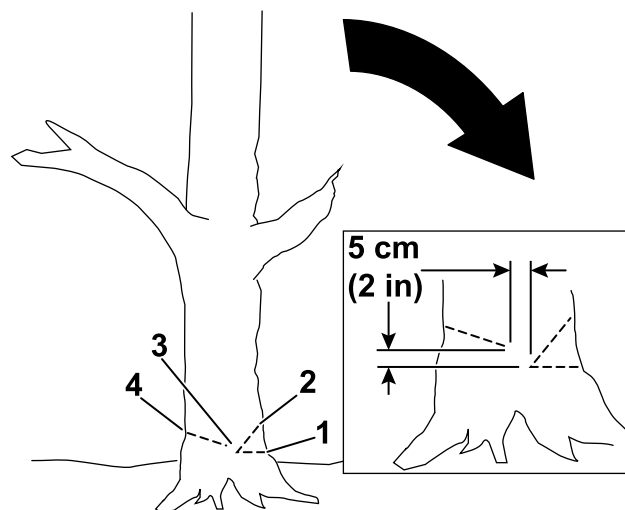

Figura 18
- Haga el primer corte de un tercio del diámetro del árbol en el lado hacia donde desea que caiga el árbol (Figura 18).
- Haga un segundo corte para formar una cuña, empezando el corte al menos 5 cm (2") por encima del primer corte (Figura 18).
- Haga el corte de tala desde el lado opuesto a la cuña y unos 5 cm (2") por encima de la parte inferior de la cuña, como se muestra en la Figura 18.
**Importante:** Detenga el tercer corte a 2.5 cm – 5 cm (1" a 2") de la cuña para formar una bisagra entre los cortes (Figura 18), que evitará que el árbol caiga en la dirección incorrecta o que gire al caer.
**Nota:** A medida que el corte de tala se acerque a la bisagra (Figura 18), el árbol debe empezar a caer.